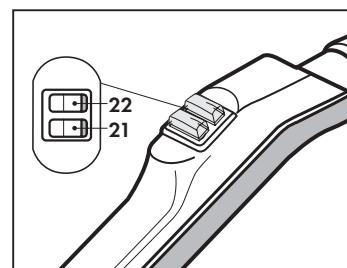

Fig. 10
- erogare vapore e/o detergente, premendo il pulsante rosso (21) (**Fig. 10**);
- aspirare vapore, premendo l'interruttore blu (22) (**Fig. 10**);